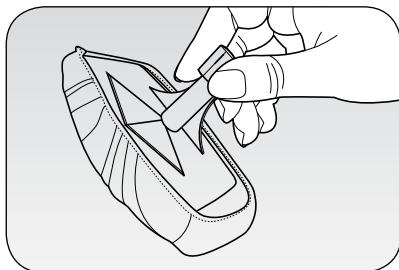

Fig. 5
Die Gewebebürste ist am Adapter (12) anzubringen und kann sowohl an der Pistole (C) als auch an den Verlängerungsrohren angebracht werden (9). Bei Verwendung des praktischen Tuchs (10) kann die Gewebebürste zur Beseitigung von Staub, zur täglichen Reinigung von Sofas, Sesseln, Decken und Kissen verwendet werden (Abb. 5). Die Bürste gestattet auch das Auffrischen von Gewebe, wobei jede Spur von Falten